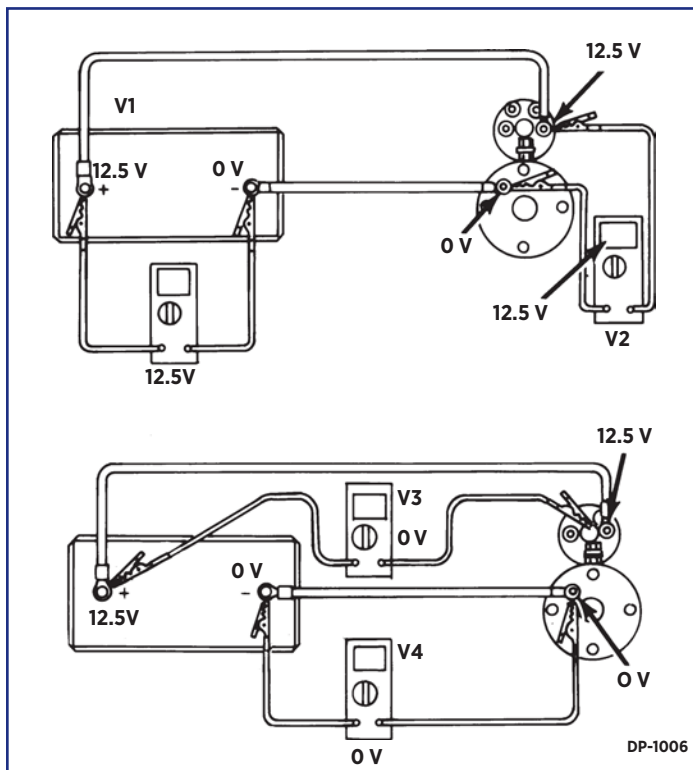

图 1-1.无电流情况下电压表的读数
1. 图1-1显示为在没有电流或启动器不工作情况下使用电压表的状态。